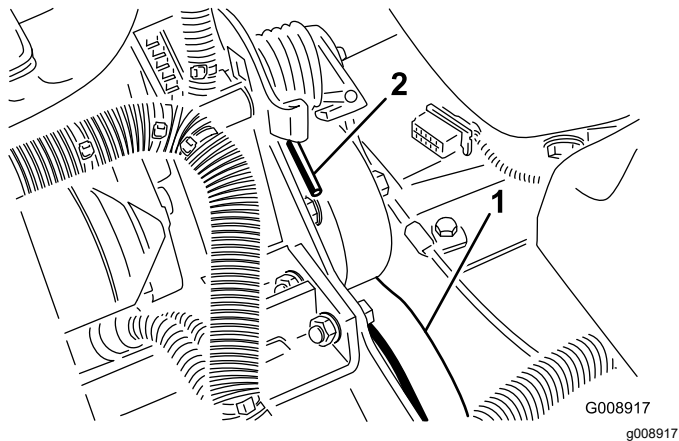

Figura 72
- Empurre a mola para a frente e para trás (Figura 72) para a desprender do apoio e libertar a tensão da mola.